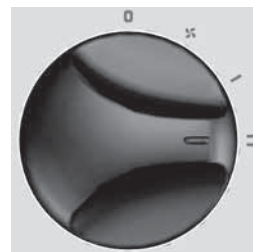

fig. 5
- Per attivare la funzione POTENZA MASSIMA, ruotare la manopola "C" (fig. 1) in modo che il riferimento "I" sia allineato al simbolo "II" presente sul pannello comandi (fig. 5).
- To activate MAXIMUM POWER function, turn knob "C" (fig. 1) so that reference mark "I" is aligned with the "II" symbol on the control panel (fig. 5).